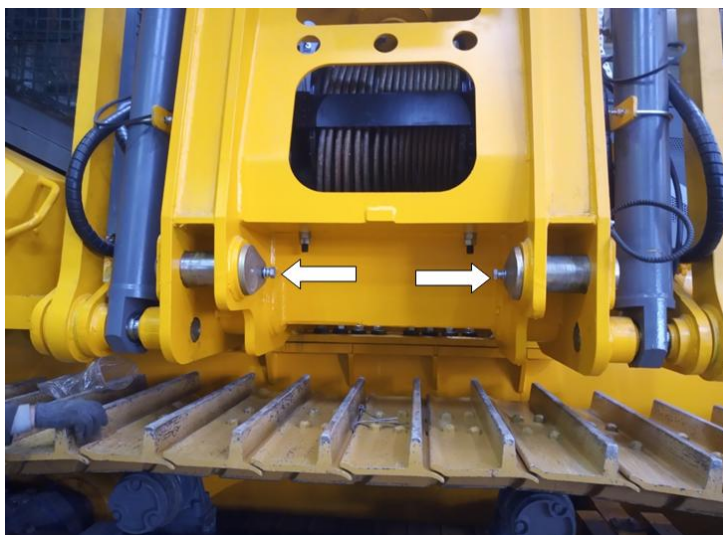

Рисунок 3.69. Установка опоры контргруза
- Извлечь пальцы из кронштейнов правой консоли портала (рис. 3.69).